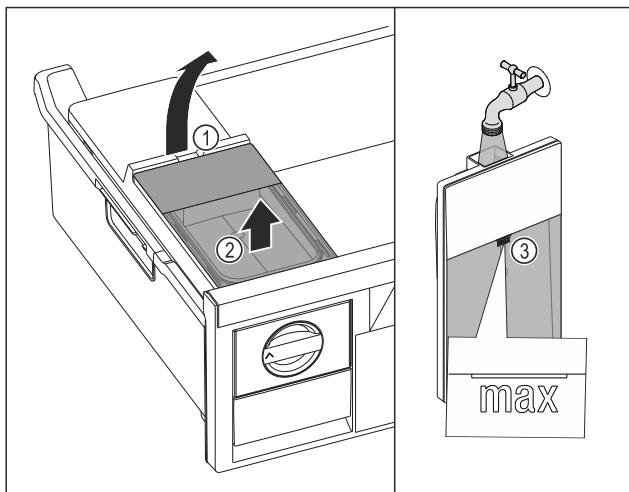

Fig. 213
- Sollevare il serbatoio dell'acqua dalla cavità Fig. 213 (1).
- Rimuovere il serbatoio dell'acqua estraendolo verso l'alto. Fig. 213 (2)
- Riempire il serbatoio dell'acqua con acqua potabile fino al contrassegno Fig. 213 (3).